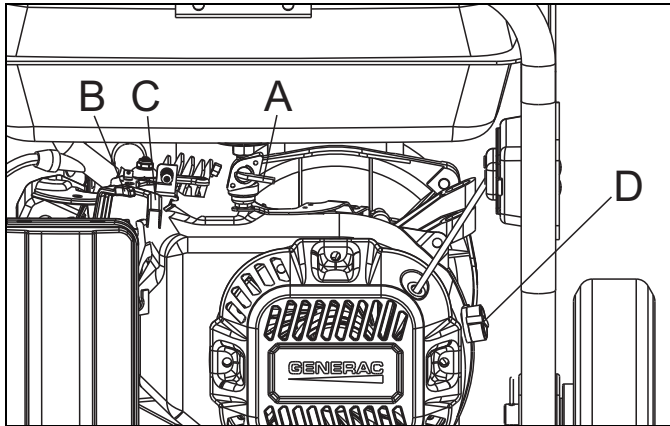

Figure 5-4. Mise en marche de la pompe à eau de modèle ST20
1. Placez le levier du robinet de carburant (A) à la position « ON » (« OUVERT ») (Figure 5-4).
2. Placez le levier d'étrangleur (B) à la position « CHOKE » (« ÉTRANGLEMENT »).